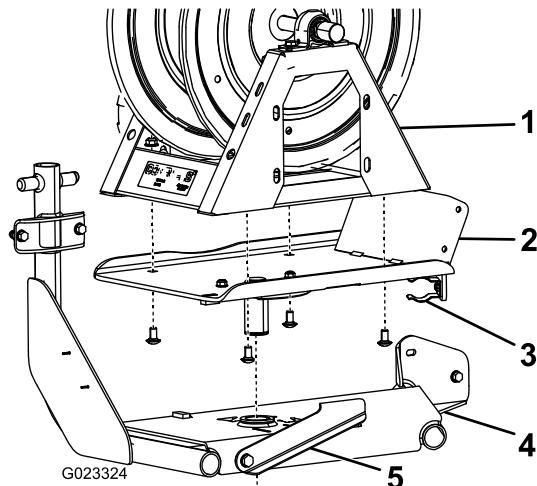

Figura 6
- Ligue a placa articulada à parte inferior da bobina de tubagem utilizando 4 parafusos e porcas flangeadas (3/8 pol.) (Figura 6).
- Insira a placa articulada no furo na estrutura da bobina de tubagem (Figura 6).